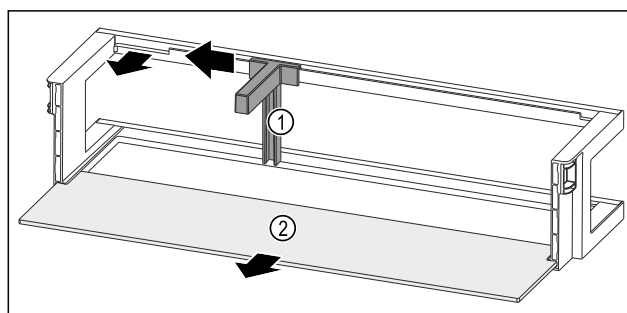

Fig. 126 Balconcino controporta con portabottiglie e ripiano
- Spingere il portabottiglie Fig. 126 (1) lateralmente fino all'incavo.
- Rimuovere il portabottiglie Fig. 126 (1).
- Rimuovere il ripiano Fig. 126 (2).